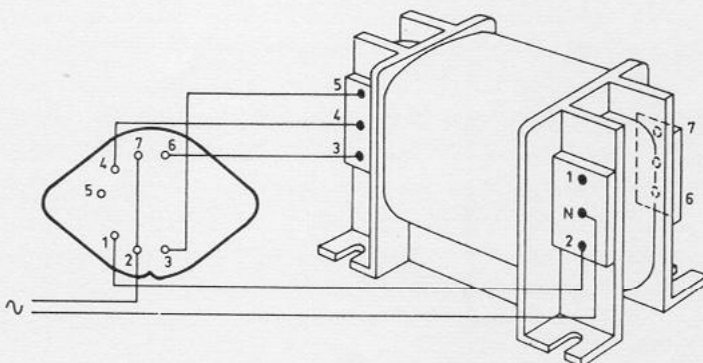

Fig.6
- ad a. Er wordt een andere voedingstransformator toegepast. Deze nieuwe voedingstransformator kan niet in de oudere apparaten toegepast worden, het omgekeerde is ook niet het geval. Daarom worden voor servicedoeleinden beide transformatoren geleverd. Het bestelnummer van de nieuwe voedingstransformator is 4822 145 30097. Zie voor aansluitpunten fig.6 en 7.
- ad c. In verband met bovengenoemde wijzigingen is ook de bedrading aangepast. Zie fig.6.